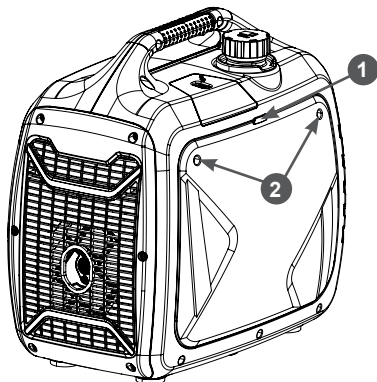

Рис. 8. Снятие левой панели корпуса
2. Открутите болты 2 крепления, потяните за ручку 1 и снимите левую панель корпуса (Рис. 8).
- Открутите болты крепления и снимите левую панель корпуса (Рис. 8).